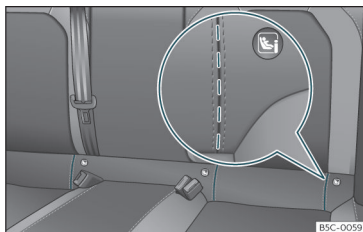

Fig. 31 Sedile posteriore: aperture praticate per accedere agli occhielli di fissaggio del sistema ISOFIX/i-Size.
veicoli, gli occhielli sono fissati al telaio del sedile e in altri al piano posteriore. Gli occhielli “ISOFIX” si trovano tra lo schienale e il cuscino del sedile posteriore >>> **fig. 31**. Gli occhielli Top Tether si trovano nella zona posteriore degli schienali posteriori (dietro lo
- In primo luogo, aprire manualmente l'area punzonata situata dietro le fessure contrassegnate per accedere agli anelli di fissaggio >>> **fig. 31**.